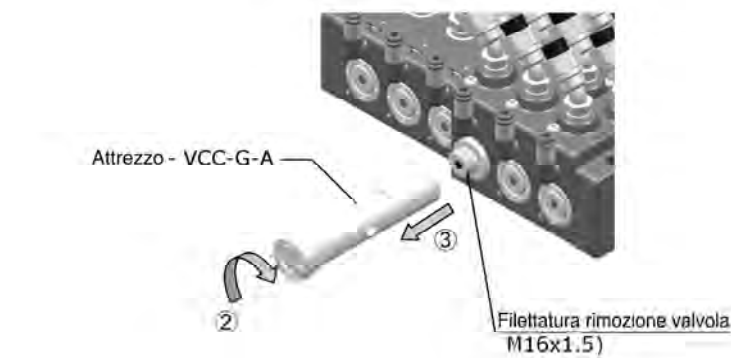

Figura 5
- Capovolgere l'utensile (VDC-G-A), fissarlo alla valvola e ruotare dai 45° ai 90° in senso orario ② (per rilasciare gli o-ring) quindi estrarre la valvola ③. Vedere Figura 5.